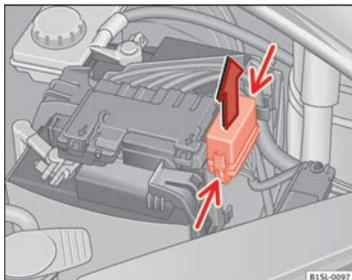

Abb. 143 Im Motorraum: Abdeckung des Sicherungskastens.
- Verriegelungstasten in Pfeilrichtung (schmale Pfeile) drücken, um die Abdeckung des Sicherungskastens zu entriegeln \Rightarrow Abb. 143.